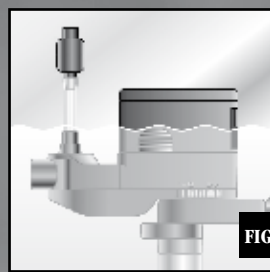

FIG. 5
Unir el tubo de aspiración (D) y el silenciador/filtro (C) al sistema Venturi (E) y colocar el tubo de aire de manera que el silenciador se encuentre por encima del nivel del agua (fig. 5).
Connect the air intake tube (D) with its silencer/filter (C) to the Venturi system (E). Place the air tube so that the muffler remains above water level (fig. 5).
Connecter le tuyau d'aspiration d'air (D), avec son silencieux/filtre (C), au système Venturi (E); positionner le tuyau au-dessus du niveau de l'eau (fig. 5).